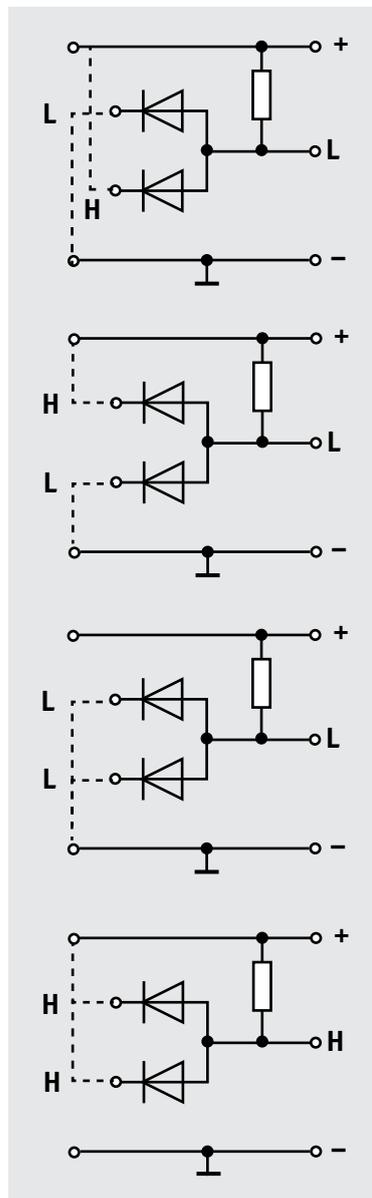

Bild 3: Und-Verknüpfung mit Dioden – nur wenn beide Eingänge auf H liegen, liegt auch der Ausgang auf H.
Jeder, der in die Digitaltechnik einsteigt, stößt schnell auf die Begriffe „TTL-Technik“ und „CMOS-Technik“. Das sind die Halbleitertechnologien, mit denen digitale Schaltungen realisiert werden. Wir wollen an dieser Stelle jedoch nur ganz kurz, ohne Anspruch auf Vollständigkeit, darauf eingehen. Alle digitalen Schaltungen basieren auf Transistorschaltungen, die die gewünschte Funktion durch den Betrieb als Halbleiterschalter realisieren. Die älteste und in ihrer modernsten Variante noch heute genutzte Technik ist die TTL-Technik ❸. TTL bedeutet Transistor-Transistor-Logik. Der ebenfalls auftauchende Begriff „bipolare Schaltungstechnik“ beschreibt, welche Art von Transistoren eingesetzt wird – ganz normale bipolare Transistoren. Diese sind in einer Funktionseinheit, Gatter genannt, so zusammen geschaltet, dass sie im Schaltbetrieb arbeiten. In Bild 2 sind links und in der Mitte zwei Technologien für ein „Nand“-Gatter abgebildet, einmal in der „alten“ TTL-Technik und einmal in der modernen, weniger Strom verbrauchenden und schnelleren LS-TTL-Technik ❹ (LS = Low-Power-Schottky). Beim LS-TTL-Beispiel erkennt man auch ein in der normalen Schaltungspraxis immer wieder praktiziertes Beispiel – im Prinzip können ganz einfache Eingangsverknüpfungen auch nur mit Dioden stattfinden. Bild 3 zeigt das in einer Und-